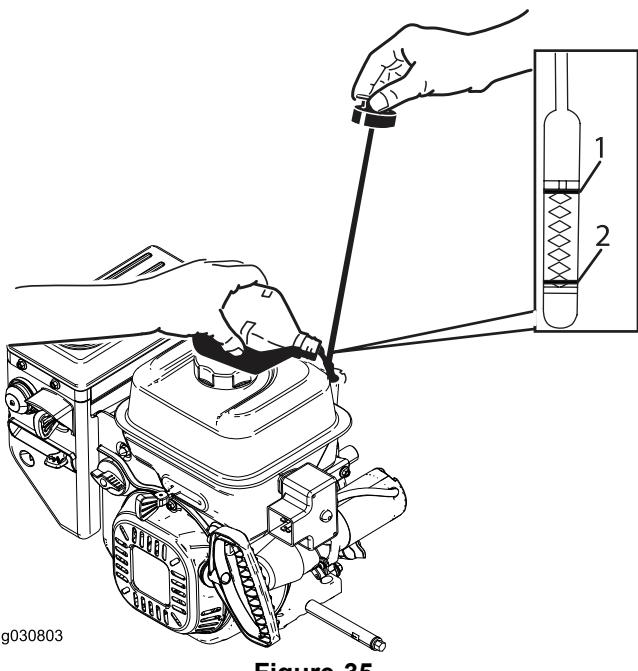

Figure 35
- Ressortez la jauge et vérifiez le niveau d'huile (Figure 35). Ajoutez de l'huile, si le niveau est en dessous du repère du minimum sur la jauge. Voir (page).